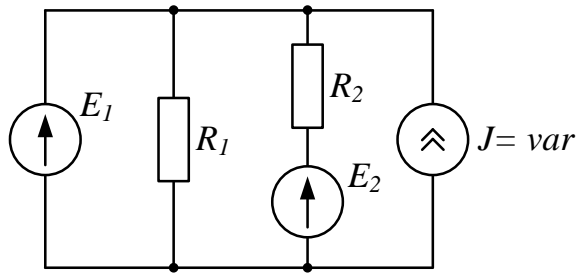

Рис. 2
2. Проанализировать влияние тока источника тока  $\mathcal{J}$  на токи ветвей схемы (рис. 2).